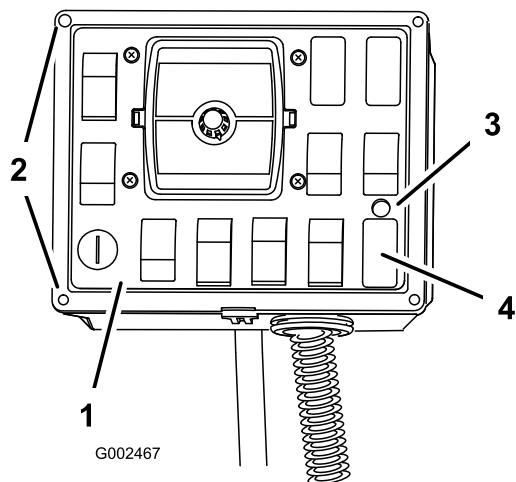

図 19
2. ソニック・ブームのスイッチ・プラグのすぐ上の位置に、インジケータを取り付けるための、直径 0.375 インチの穴を開ける(図 19)。
8. 先ほど取り外して保管しておいたねじ類を使って、前コントロール・パネルのカバーを取り付ける(図 19)。